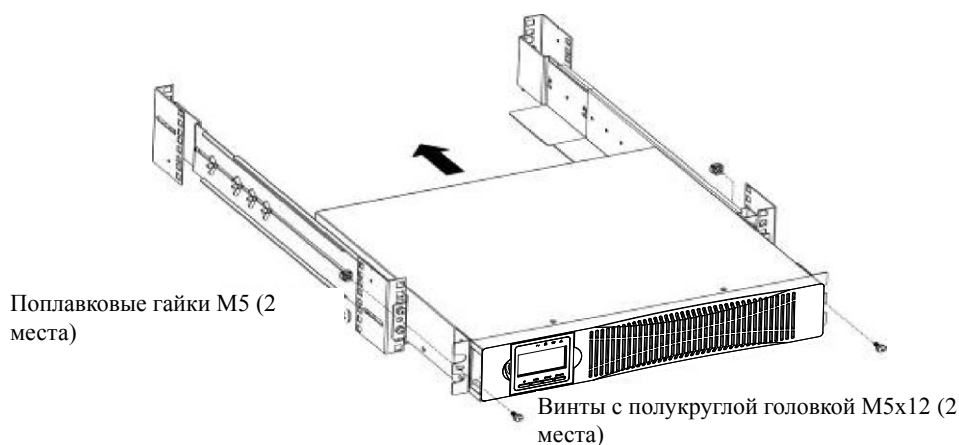

Рисунок 4 Закрепление передней части корпуса
- l) Закрепите переднюю часть ИБП на стойке, используя один винт с плоской головкой M5×12 и одну закладную гайку M5 с каждой стороны (см. Рисунок 4). Установите нижний винт с каждой стороны через нижнее отверстие монтажного кронштейна и нижнее отверстие направляющей.